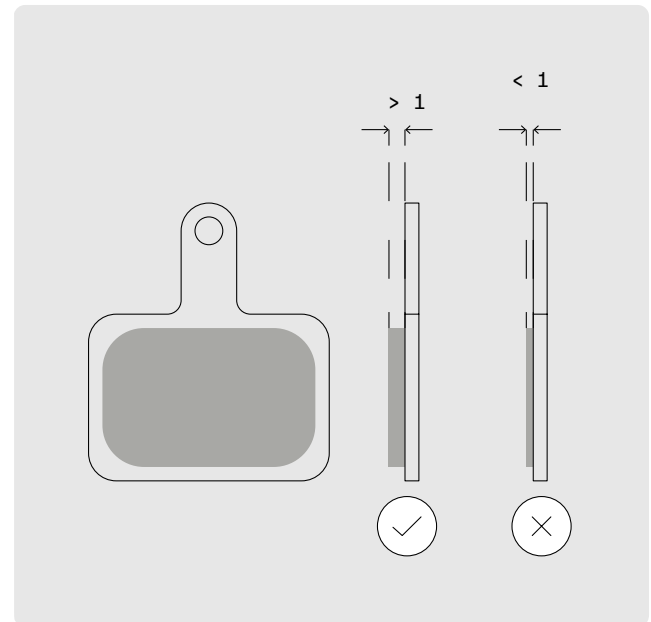

ABB. 41
- Ersetzen Sie die Bremsbeläge, wenn Sie weniger als 1 mm dick sind (Abb. 41). Die Bremsbeläge dürfen niemals so weit heruntergefahren werden, dass die Trägerplatte der Beläge an der Bremsscheibe schleift.